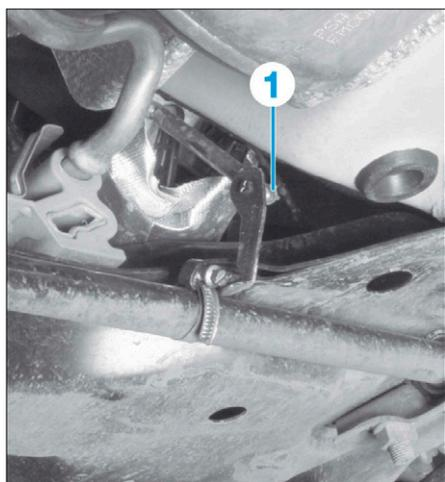

FIG. 17
- Désaccoupler la biellette du capteur de hauteur (1) (Fig.17).